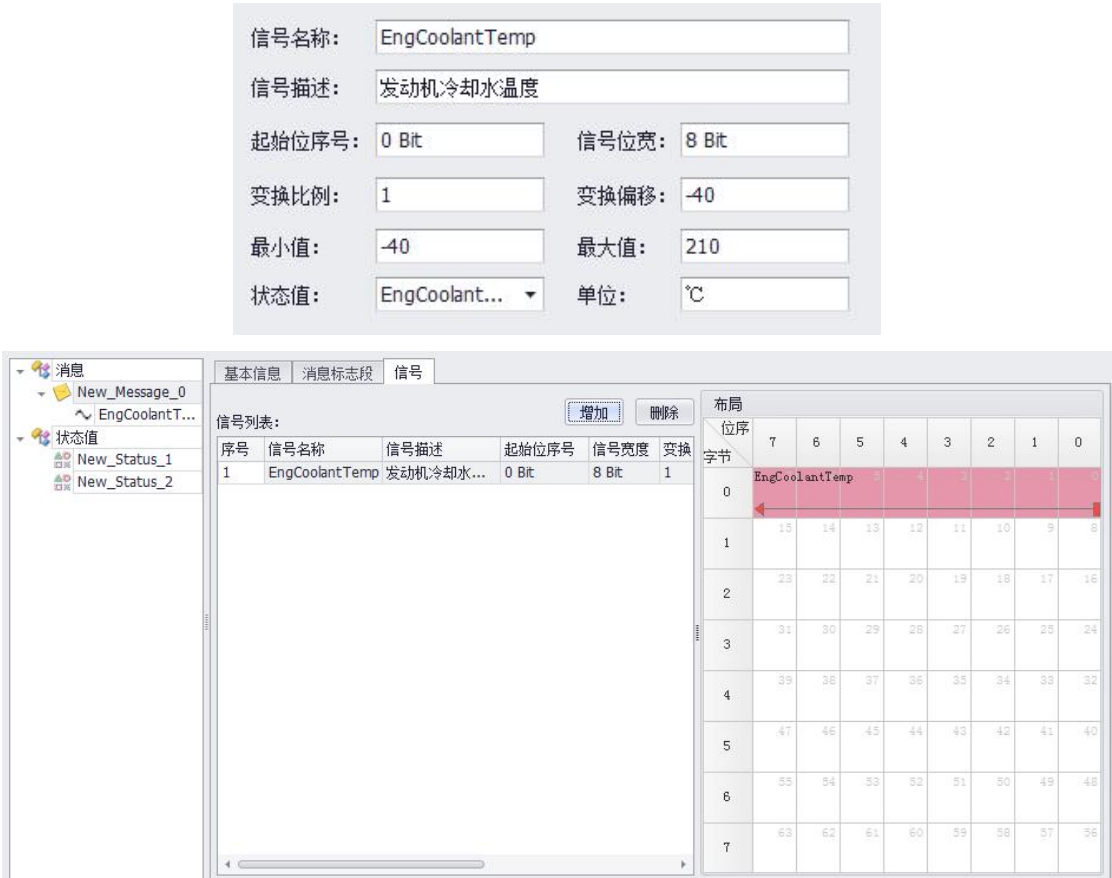

图 8.202 自定义协议_新建信号
- (4) 信号：当这个消息被触发后，报文中的哪些信息将被使用。如图 8.202 所示，按 J1939 协议的定义发动机冷却水温度，为 0XXXFEEEXX 的第一个字节，范围为-40℃~210℃。所以我们可以新建信号。这样我们就得到了一个可以应用的变量——EngCoolantTemp。变量的最终值=报文中原始数值×变换比例+变换偏移。变换偏移可以是负值。